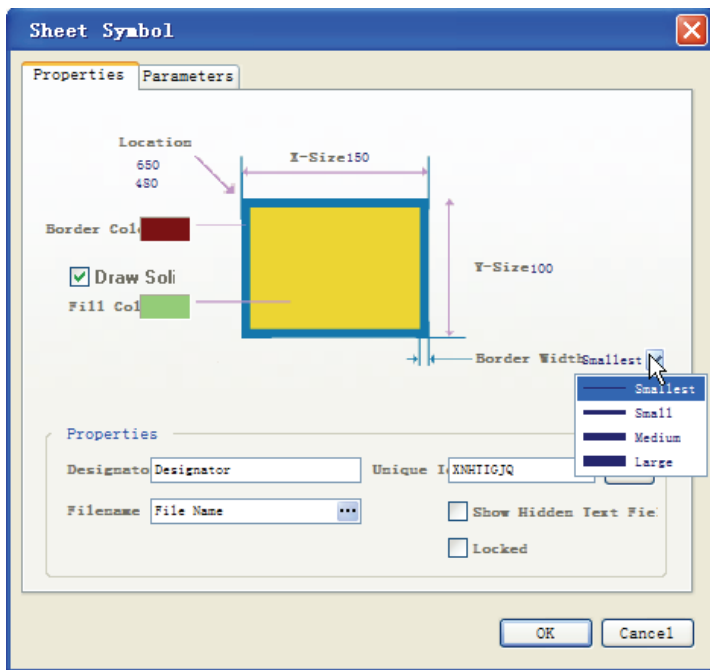

图 8-5 图纸符号属性设置对话框
(1) 一种方法是双击图中已放置的子图图框，弹出其属性设置对话框（处于放置状态时按 **Tab** 键也可以），编辑图纸符号的属性，如图 8-5 所示。